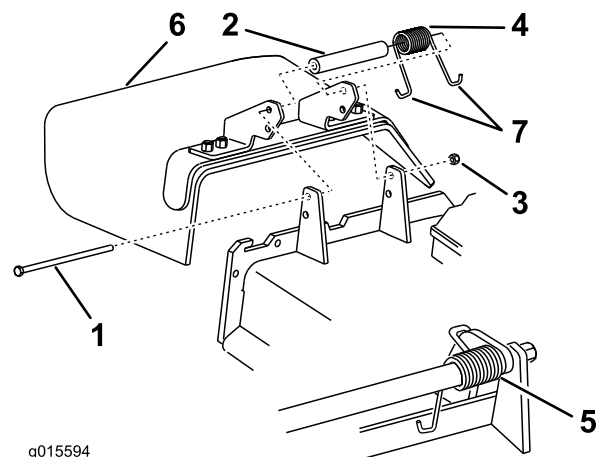

Figure 97
Remarque: Prenez soin de placer une extrémité en J du ressort derrière le bord du plateau avant de mettre le boulon en place, comme indiqué à la Figure 97.
3. Remettez le boulon et l'écrou. Accrochez une extrémité en J du ressort au déflecteur d'herbe (Figure 97).
1. Retirez le contre-écrou, le boulon, le ressort et l'entretoise qui fixent le déflecteur aux supports de pivot (Figure 97). Enlevez le déflecteur s'il est endommagé ou usé.